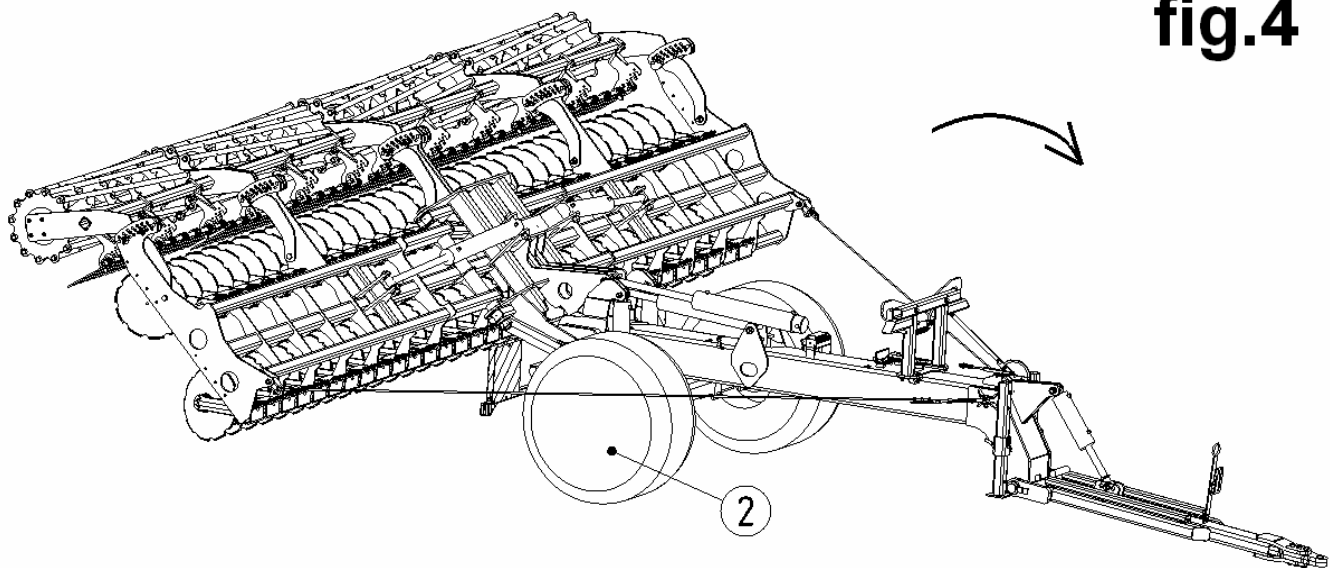

fig.4
- Relever le diskator à l'aide des roues rep 2.fig.4.
- Faire pivoter les sections latérales fig.4.